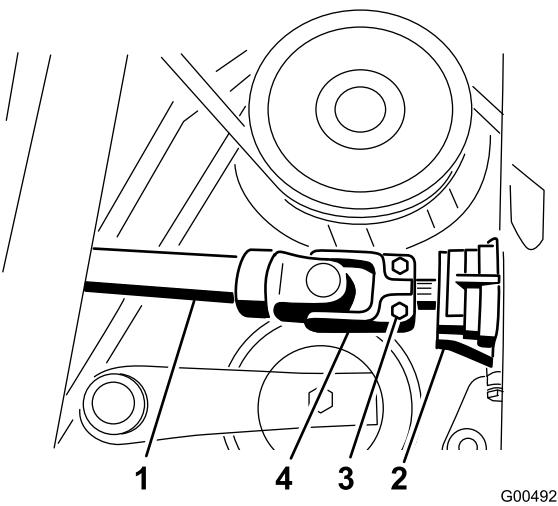

Bild 99
14. Entfernen Sie den Rollstift und lösen die zwei Kopfschrauben, mit denen die Antriebswelle an der Getriebewelle befestigt ist (Bild 99).